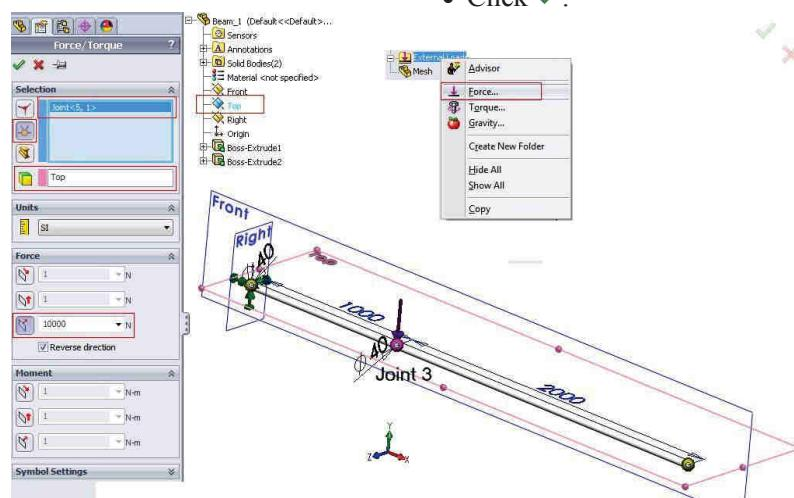

Fig. 4.10
- Click dreapta pe ramura **External Loads** și selecție **Force**, fig. 4.10.
- Right-click the **External Loads** folder and select **Force**, fig. 4.10.